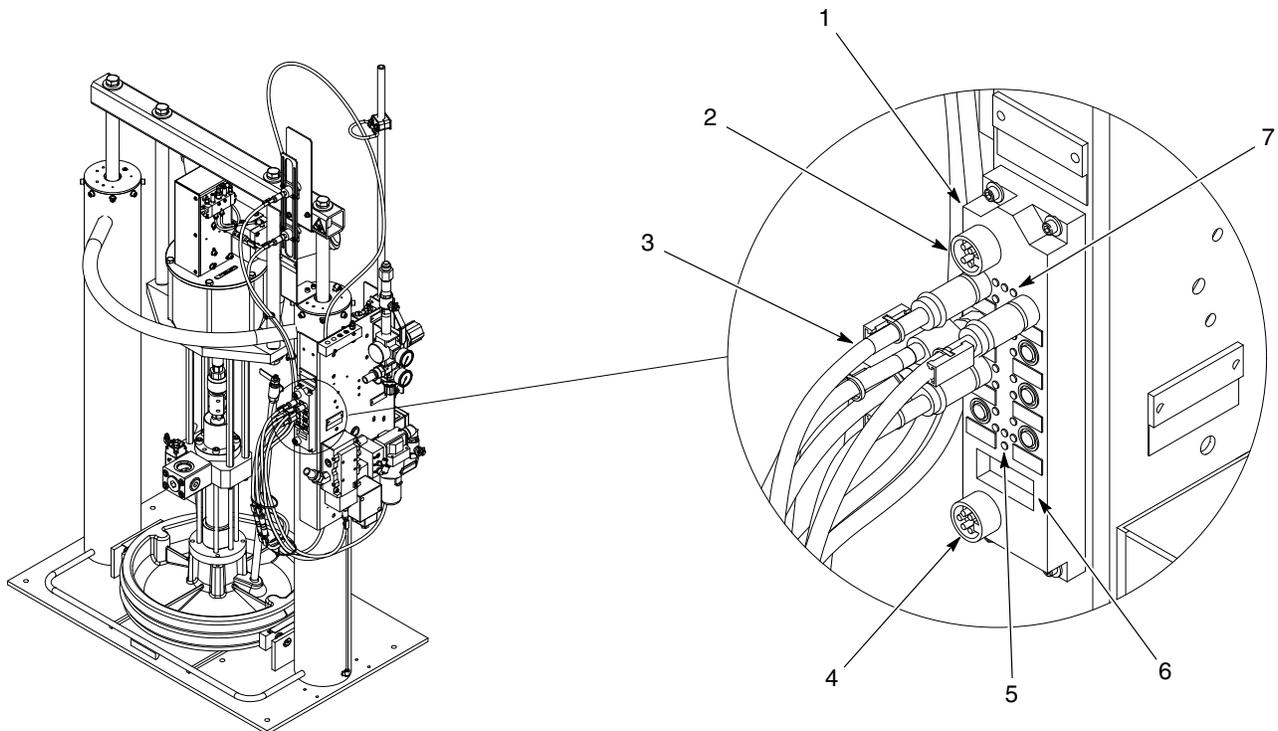

Abb. 1 Typisches Rhino SD2/XD2 DeviceNet Modul
Siehe Abb. 1. Das DeviceNet I/O-Modul wird über Schnittstellenkabel (3) mit 12-mm-Mikro-Steckverbindern mit den elektrischen Komponenten eines Rhino SD2/XD2 Fassentleerers verbunden. Die DeviceNet-Station (1) verfügt über 8 diskrete Eingänge und 8 diskrete Ausgänge. Die Eingänge werden vom Bus mit Spannung versorgt, während die Ausgänge eine Hilfsspannungsversorgung benötigen. Für eine Beschreibung jedes Ein- und Ausgangs siehe Abschnitt *Ein- und Ausgänge*.